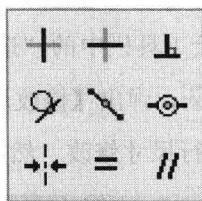
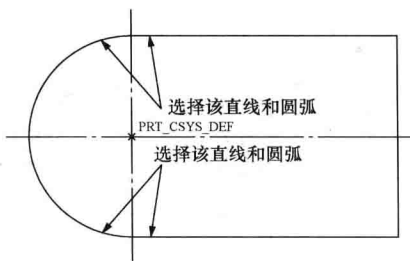

图 1-17 约束工具条
图 1-18 相切约束设置
4) 单击工具栏中的“垂直约束”按钮  右侧的“下拉”按钮 ，打开约束工具条，如图 1-17 所示。单击“相切”按钮 ，使图中的两直线与圆弧相切，如图 1-18 所示。